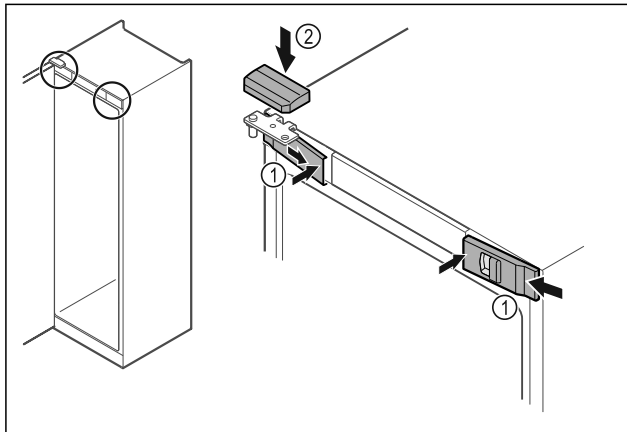

Fig. 54
- ▶ Bočno zakvačite prednje poklopce Fig. 54 (1) i uglavite ih iznutra.
- ▶ Uglavite gornji poklopac Fig. 54 (2) odozgo.